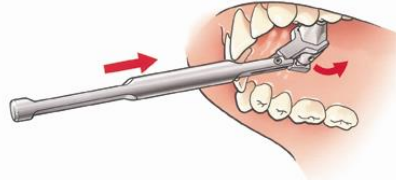

Fig. 9
In moeilijke gevallen (beperkte mondopening) kan de hinged key (ref.03-951A) nuttig zijn (Fig. 9).